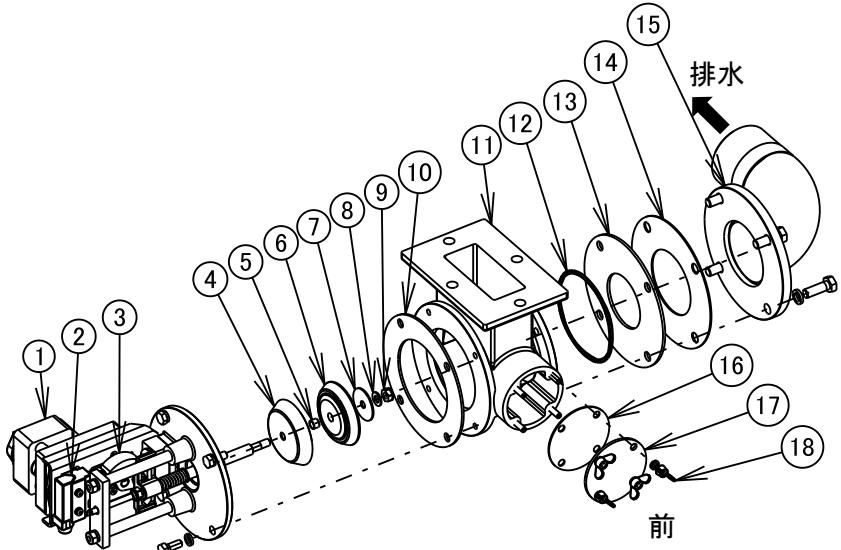

図8-13
8. 3. 7 排水弁(図8-13)
4) 排水弁補助弁の交換(図8-13)
- ・ ①モータと②リミットスイッチのケーブルコネクタを外します。①モータアース線を外します。
- ・ ボルト(M8)を緩めて①～⑩一体品を取り外します。
- ・ ⑩Uナット(M8)を緩めて⑤～⑧弁部をシャフトから取り外します。
- ・ ⑥排水弁補助弁の中央にはまっている⑤排水弁スペーサを取り外し新しい⑥排水弁補助弁に取り付けます。
- ・ ⑤～⑧弁部をシャフトに逆の手順で組み付けます。
- ・ ①～⑩一体品をボルト(M8)で組み付けます。
- ・ ①モータと②リミットスイッチのケーブルコネクタ及び、①モータアース線を元の通に接続します。
- ・ ③排水弁マイクロカムの回転方向と排水弁の動作確認を行うこと。